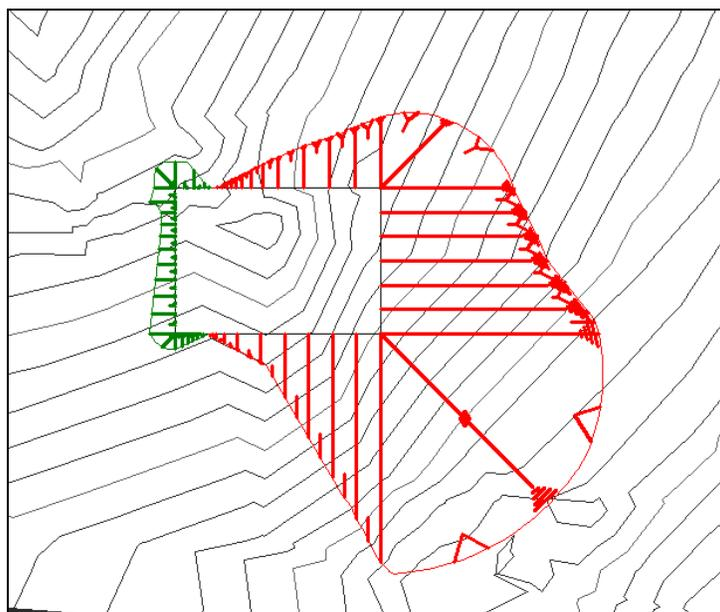

Рис. 1.13. Объект Группа объектов профилирования
*Объекты профилирования (рис. 1.13).* Инструменты профилирования могут использоваться для проектирования поверхностей с проектным профилем. Объекты профилирования обладают собственными свойствами и поведением, как и другие объекты AutoCAD Civil 3D. Создание объекта профилирования происходит на основе выбора базовой линии на чертеже и определения метода проецирования и цели, например уклона 3:1, соответствующего существующей поверхности.